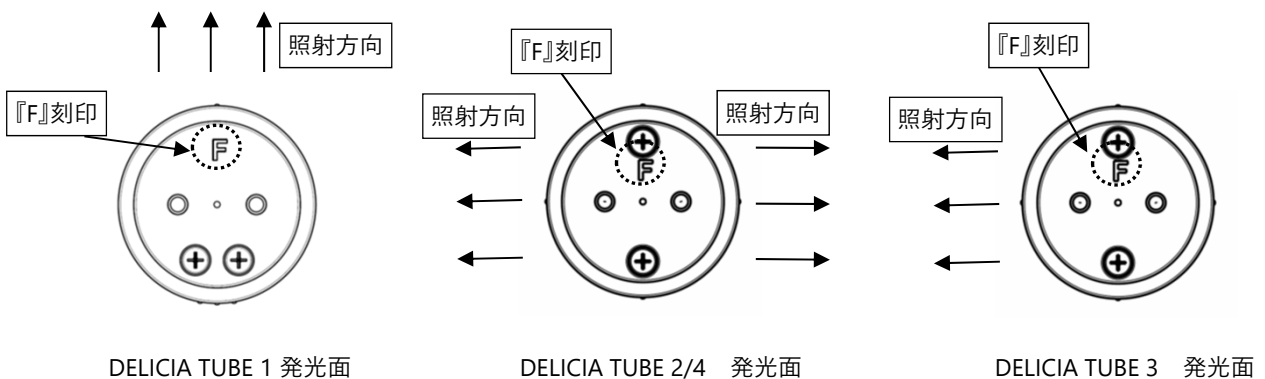

図4：刻印と照射方向の関係
- 下記図4のように片面端子部にある「F」刻印を参考に照射方向の決定を行ってください。